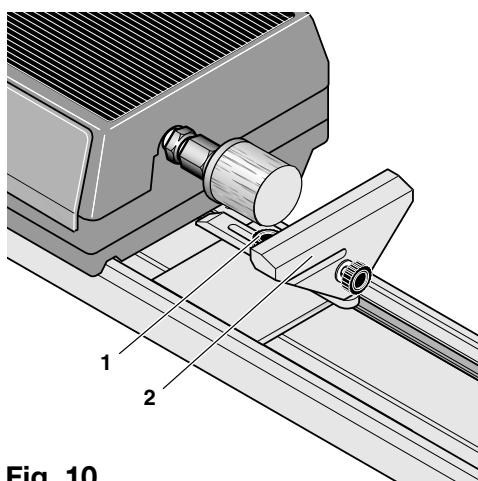

Fig. 10
1. Винт 1 (рис. 10) ослабить и суппорт 2 повернуть на 90°.